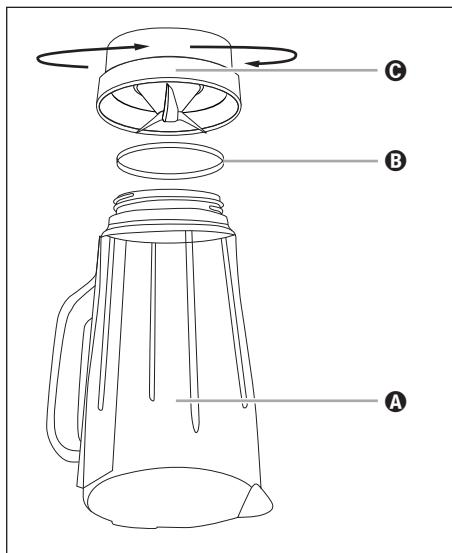

Fig. 4
- 2) Collegare l'apparecchio sulla testa e ruotare la parte di plastica **C** dell'inserto mixer **③** in senso antiorario in modo tale che la si possa staccare dalla parte di vetro **A** dell'inserto mixer **③** (vedere Fig. 4).
- 6) Rimettere l'anello di guarnizione **B** correttamente nella parte di plastica **C**. Infine infilare nuovamente la parte di plastica **C** dell'inserto mixer **③** sulla parte di vetro **A** dell'inserto mixer **③** e ruotare la parte di plastica **C** in senso orario.